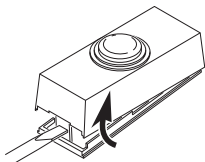
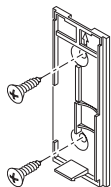

Figura 1
Figura 5
1. **Instalar pila alcalina de botón tipo A23 de 12 voltios (Se incluye).** Extraer la parte posterior de la caja presionando la aleta en el botón con un destornillador pequeño (vea la Figura 1). Vea el diagrama dentro del pulsador para la orientación correcta de la pila. *Nota:* Si las baterías están preinstaladas, quite la aleta anaranjada de las baterías.
- **Montaje con tornillos:** Para montar con tornillos, quite la parte de atrás de la caja empujando hacia adentro la lengüeta de abajo con un destornillador pequeño y girando la cuchilla (vea la Figura 1). Coloque la parte de atrás de la caja contra la jamba o la pared (vea la Figura 5). Encaje a presión la parte frontal del pulsador.